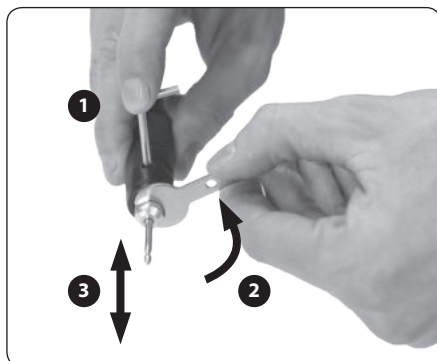

Abb. 6
a) **Stecken Sie den Bolzen so in die Öffnung im Griff, dass er in die Öffnung in der Welle gelangt, und dass es somit zur Blockierung der Drehbewegung der Welle kommt (Abb. 6).**
b) **Lösen Sie bei arretierter Welle mit Hilfe des Schlüssels die Mutter der Spannzange und nehmen Sie das Arbeitswerkzeug heraus. Im Falle des Austausches der Spannzange für die Befestigung des Schaftes mit einem anderen Durchmesser des Werkzeuges schrauben Sie die Mutter ganz heraus, und tauschen Sie die Spannzange je nach Bedarf aus (Abb. 6).**